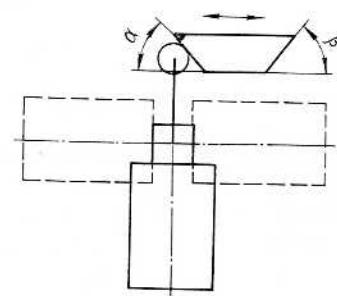

Рис. 3.
5. Выключатели с приводами рычаг с роликом и селективный (рис. 3) предназначены для работы с проходным реверсивным и нереверсивным упорами, но могут работать и с непроходным реверсивным и толкающим упорами. Угол набегания упора α и сбегания β составляют не более 40° при скорости движения упора до 0,25 м/с и не более 20° при скорости выше 0,25 м/с.